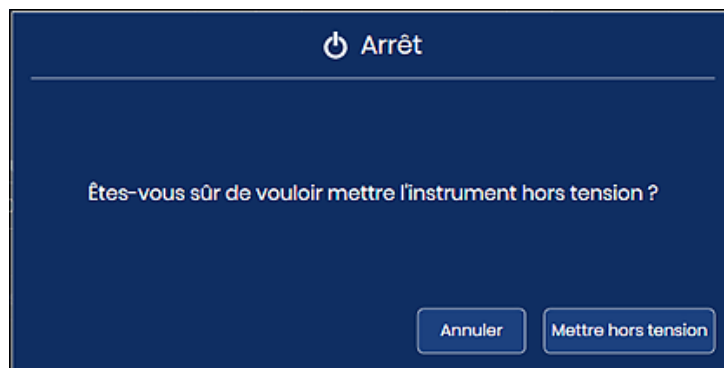

Figure 4-25 Confirmation de l'arrêt
4. Sélectionner **Mettre hors tension** sur l'écran de confirmation pour poursuivre l'arrêt. (Voir la Figure 4-25.)